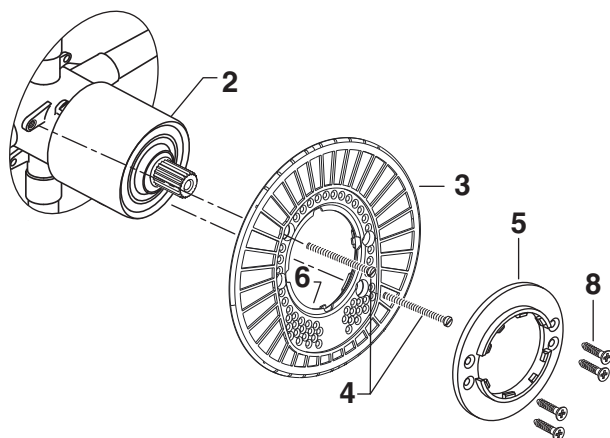

Figure 2.
- **Figure 2.** S'assurer que les JOINTS TORIQUES (6) sont bien fixés au niveau du SUPPORT DE ROSACE (3). Pousser le SUPPORT DE ROSACE (3) sur le CAPUCHON (1) et fixer à l'aide des LONGUES VIS (4). Monter le SUPPORT DE ROSACE (5) au SUPPORT DE ROSACE (3) avec 4 VIS COURTES (8).